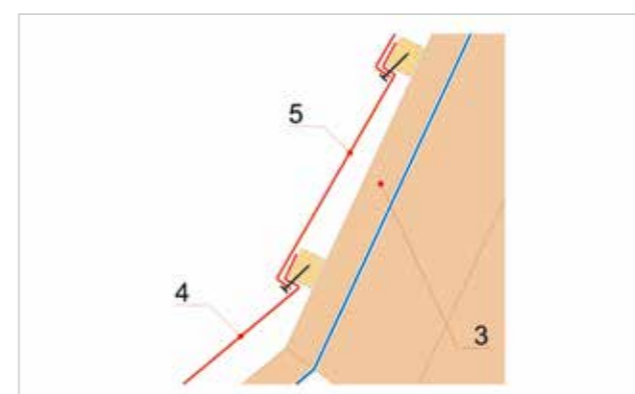

Рисунок 24
5.6.2 На внутреннем изломе панели нижнего ряда выкраиваются с учетом подгиба под верхнюю панель (Рисунок 24).